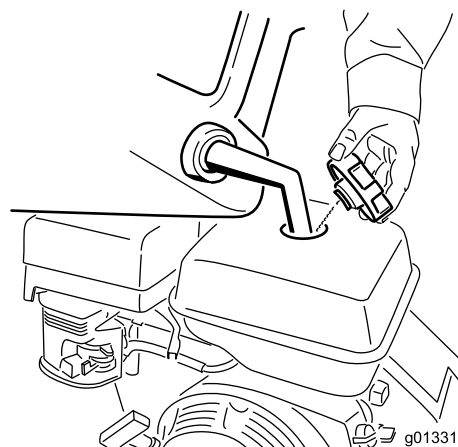

Figure 12
3. Nettoyez autour du bouchon du réservoir d'essence puis retirez le bouchon (Figure 12)